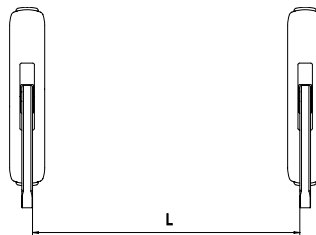

FIG. 11
- 10) Rilevare l'esatta distanza tra le staffe del maniglione (fig. 11) $L = \dots\dots\dots$ e tagliare la barra alla lunghezza di $L - 8 \text{ mm} = \dots\dots\dots + 0,5 \text{ mm} / -1,5 \text{ mm}$
- 10) Measure the exact distance between the stirrup brackets of the panic exit device (Fig. 11) $L = \dots\dots\dots$ and cut the bar to the length $L - 8 \text{ mm} = \dots\dots\dots + 0.5 \text{ mm} / -1.5 \text{ mm}$
- 10) Mesurer la distance exacte entre les brides de la poignée anti-panique (fig. 11) $L = \dots\dots\dots$ et couper la barre à la longueur de $L - 8 \text{ mm} = \dots\dots\dots + 0,5 \text{ mm} / -1,5 \text{ mm}$
- 10) De exacte afstand tussen de twee beugels van het anti-paniekslot (afb. 11) $L = \dots\dots\dots$ bepalen en de dwangstang op de lengte $L - 8 \text{ mm} = \dots\dots\dots + 0,5 \text{ mm} / -1,5 \text{ mm}$ afkorten.
- 10) Jetzt mißt man den genauen Abstand zwischen den Türdrücker-Bügeln (Abb. 11) $L = \dots\dots\dots$ und schneidet die Stange auf eine Länge von $L - 8 \text{ mm} = \dots\dots\dots + 0,5 \text{ mm} / -1,5 \text{ mm}$ zu.